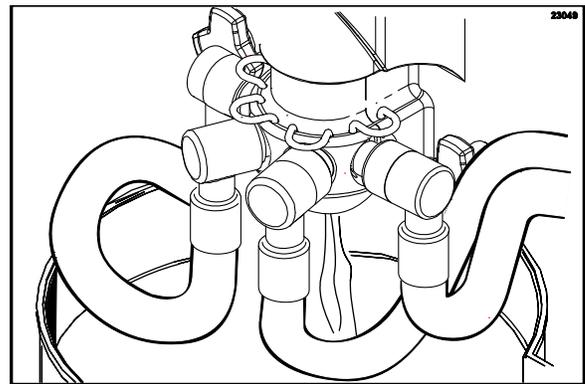

Figura 98
6. Drene el producto del cilindro refrigerante y de la tolva de mezcla. (Vea la figura 98).